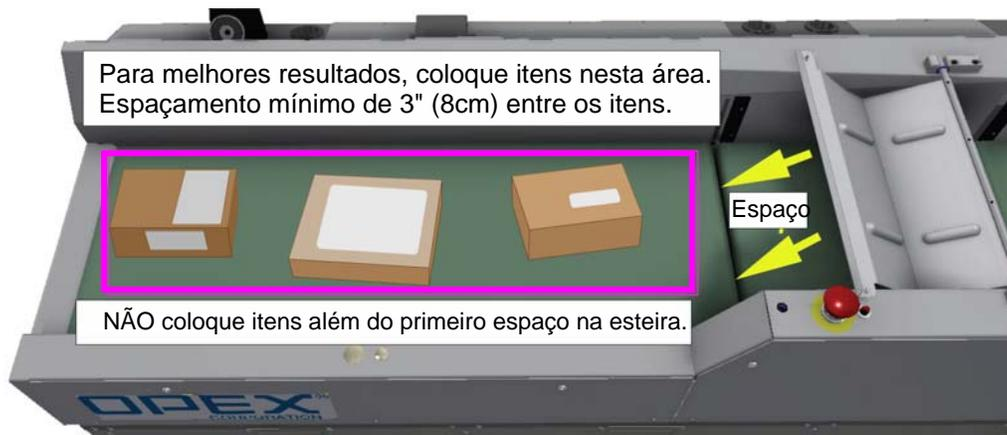

Figura 4-30: "Áreas de Depósito" do Transportador
2. Coloque os itens na esteira transportadora de ritmo. Evite sobrecarregar a esteira. Os itens devem ser colocados a aproximadamente 3" (8 cm) de distância uns dos outros (consulte Figura 4-30 na página 148).